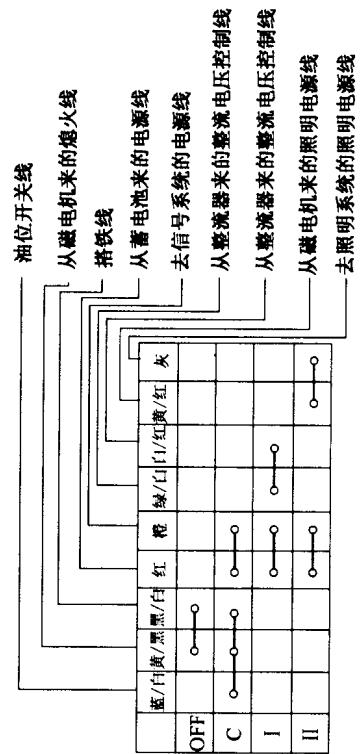

图 4 点火开关与照明开关综合在一起的开关
(2) 点火开关与照明开关综合在一起的开关。铃木 K90 摩托车点火开关就是这种,其通断如图 4 所示。在功能行中有 4 个位。即 OFF、C、I、II 位。OFF 是关闭位(即熄火位)。C 位,是英文 Check 即检查位。接到这一位时,信号系统有电,可以检查信号系统是否正常,同时机油油位警告灯是亮的,但发动机不启动,因熄火线对地接通了。I 位是白天位,照明电源未接通,信号系统接通,熄火线对地断开,摩托车可以启动。II 位是夜间位,除白天 I 位功能外,还接通了照明电源,保证夜间行车的正常进行。这种图线比较多,先要查线的来龙去脉,再看清图中的各功能行的通、断关系,识图就不困难了。